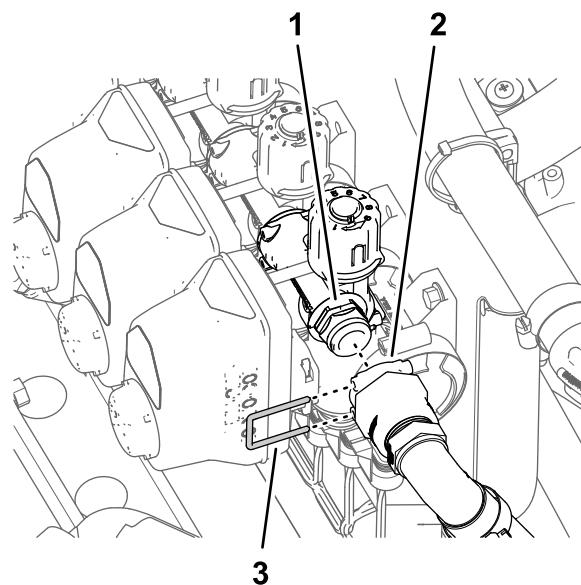

图113
3. 用卡环固定旁通软管快速断开接头和旁通阀图113。
2. 将旁通阀软管的快速连接接头安装到喷嘴阀 10 旁通阀的快速连接接头上图113。